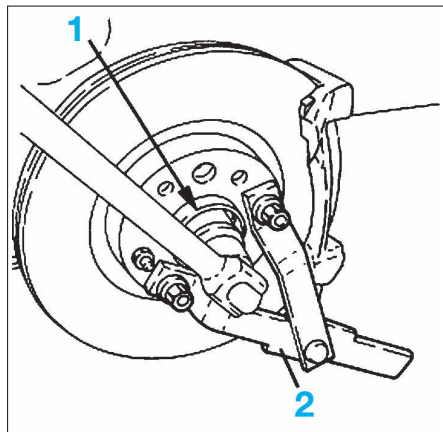

FIG. 1
- Bloquer le moyeu de roue (1) avec un outil adapté (2) ou l'outil Fiat (réf : 1870815000) (Fig.1).